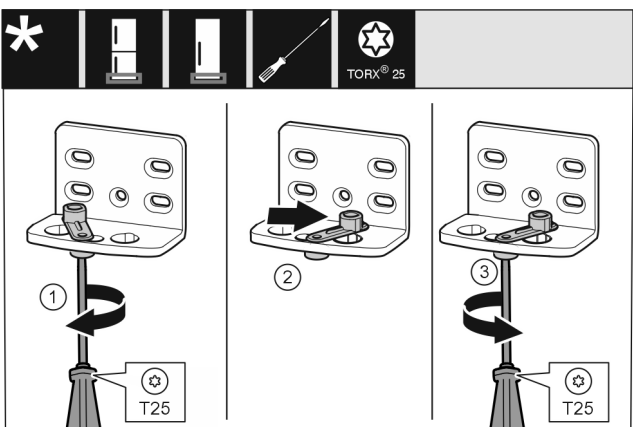

Fig. 11
- ▶ Βιδώστε πρόχειρα τη βίδα με κατσαβίδι T25. Fig. 11 (1)
- ▶ Ανασηκώστε το βοήθημα κλεισίματος πόρτας και περιστρέψτε 90° προς τα δεξιά στην τρύπα. Fig. 11 (2)
- ▶ Σφίξτε τη βίδα με κατσαβίδι T25. Fig. 11 (3)